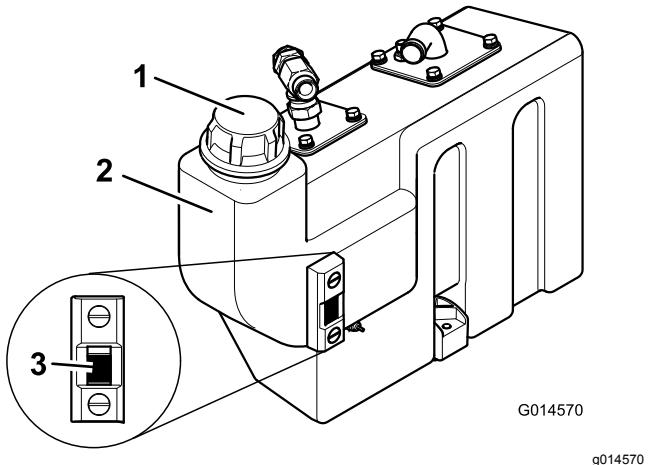

Figura 60
3. Si es necesario añadir aceite hidráulico, limpie la zona alrededor del cuello de llenado y el tapón del depósito hidráulico (**Figura 60**) y retire el tapón.